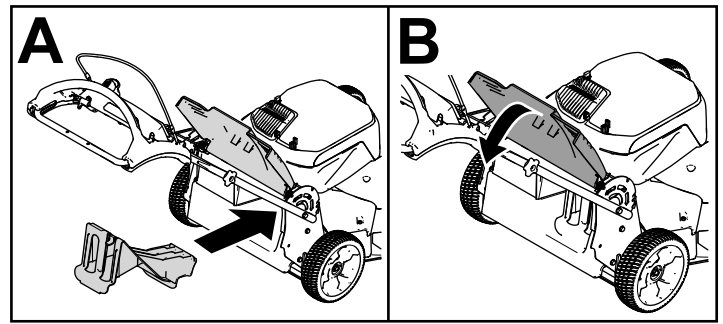

Figure 17
arrière jusqu'à ce que le dispositif de verrouillage s'enclenche; voir Figure 17.
**Important:** Assurez-vous que l'obturateur d'éjection arrière est en place avant de procéder au recyclage (Figure 17).